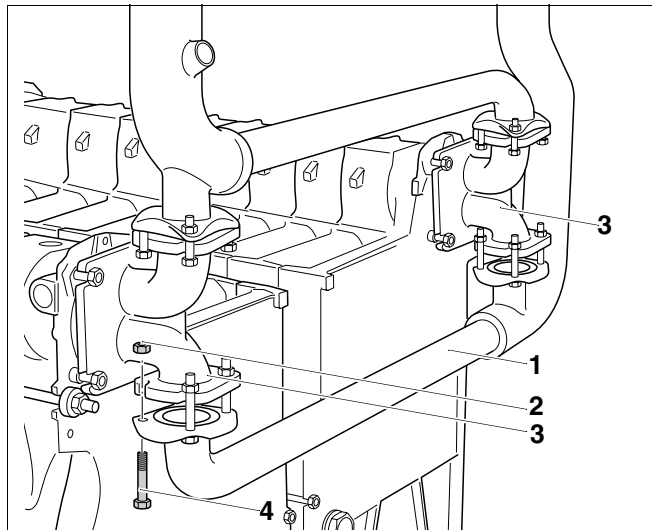

Fig. 30 Montarea conductei de retur
- Conducta de retur (fig. 30, **poz. 1**) se înșurubează cu cîte două șuruburi cu cap hexagonal M12 x 80 (fig. 30, **poz. 4**) și cu piulițele aferente (fig. 30, **poz. 2**) de piesele de racord (fig. 30, **poz. 3**). Șuruburile cu cap hexagonal se introduc din partea de jos.